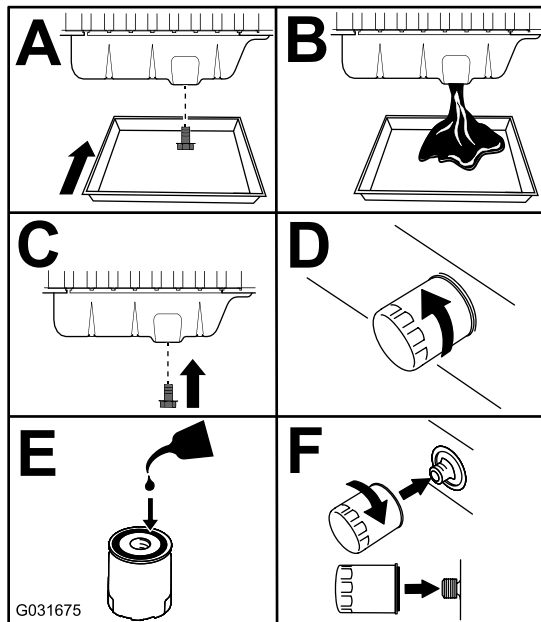

Figura 68
3. Substitua o filtro e o óleo do motor (Figura 68).